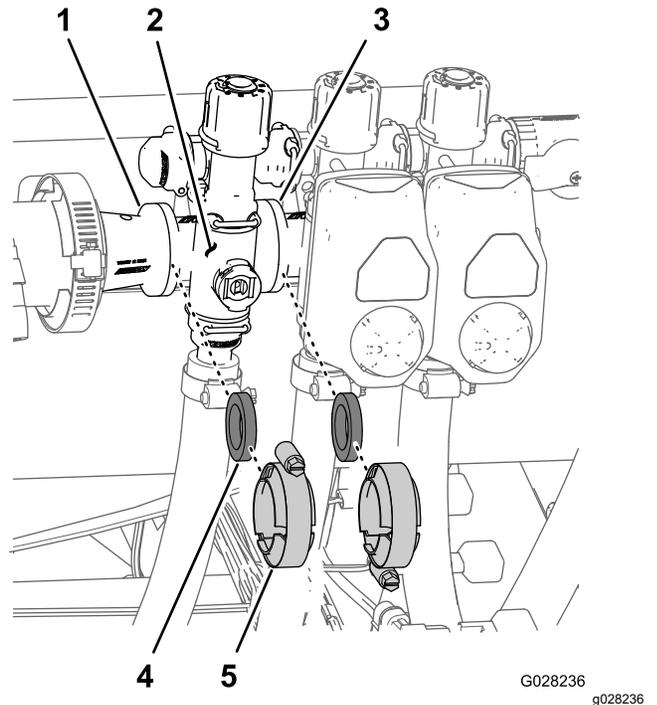

图 73
1. 拆下将喷洒臂段阀歧管图 73 固定至相邻喷洒臂段阀如左喷洒臂段阀和异径管连接头的夹具和垫片。